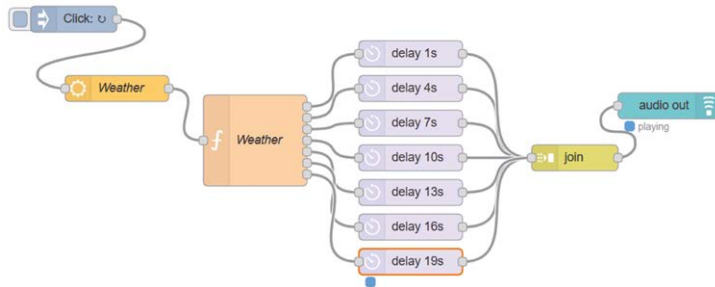

Figure 8.28 Programme de flux du projet
Programme de flux Node-RED : La figure 8.28 montre le programme de flux qui se compose de 12 nœuds : **injecter** node pour démarrer et répéter la prévision météo, un **openweathermap** node pour obtenir les prévisions météorologiques locales, un fonction **nœud qui extrait les divers paramètres météorologiques locaux et les envoie aux nœuds de retard**, 7 retard les nœuds qui insèrent des délais entre les messages, un rejoindre le nœud qui joint les messages, et un tableau de bord sortie audio
- Rejoindre tous les nœuds comme indiqué dans la figure 8.28 et cliquer **Déployer**.